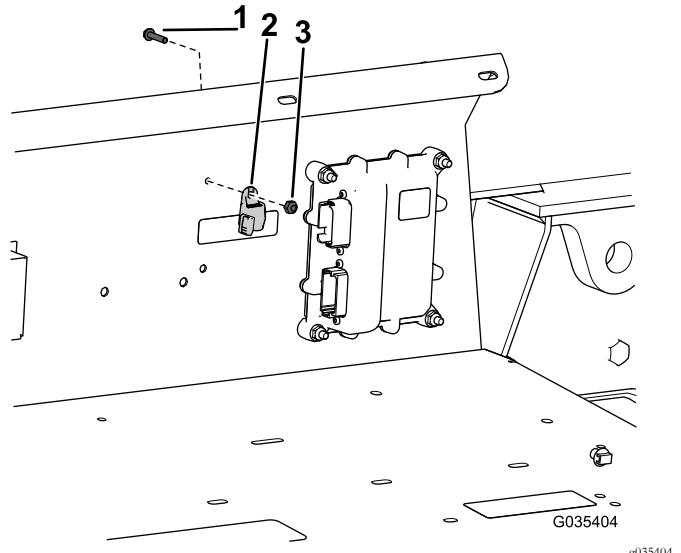

Figura 7
4. Rimuovete il tappo del cablaggio preassemblato (Figura 7) dal cablaggio stesso.
5. Montate il tappo del cablaggio preassemblato sulla protezione del paraurti con una vite (n. 10) e un dado di bloccaggio, come illustrato nella Figura 7.